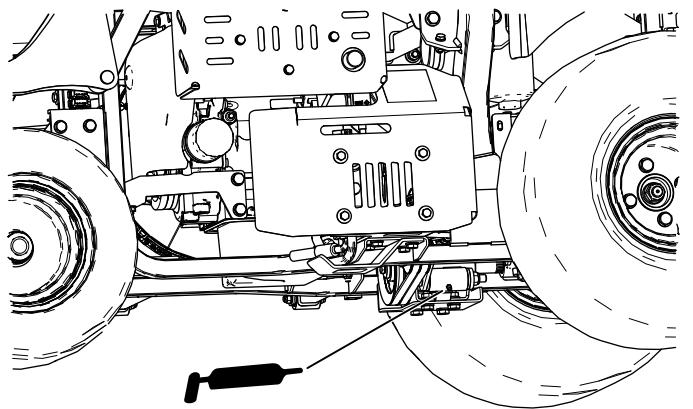

Figura 41
- Polea tensora de la transmisión (Figura 41)